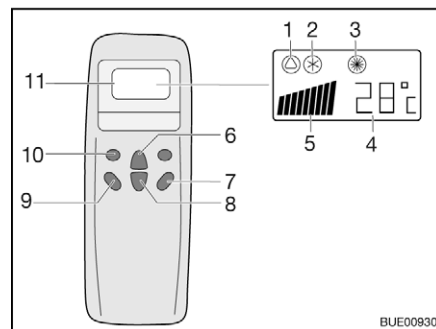
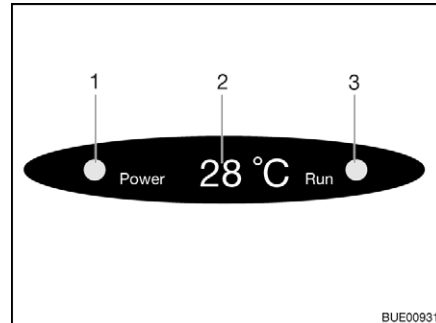

Fig. 210 Controlo remoto
Fig. 211 Indicação no difusor
- Prima a tecla "ON/OFF" (Fig. 210,7).
- Prima a tecla "Mode" (Fig. 210,10) tantas vezes até ser mostrado o modo de serviço pretendido (Fig. 210,1, 2 ou 3) no display. Acende-se a respetiva luz piloto na indicação no difusor (Fig. 211,3).
- Com as teclas para o aumento da temperatura (Fig. 210,6) ou redução da temperatura (Fig. 210,8) regule a temperatura pretendida.
- Com a tecla Número de rotações do ventilador (Fig. 210,9) escolha o nível pretendido do ventilador.
Desligar: ■ Prima a tecla "ON/OFF" (Fig. 210,7).